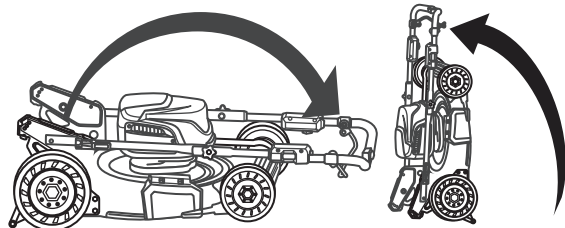

Fig. 13B
4. Suelte la palanca de la manija de ajuste rápido y continúe girando la manija hasta que vea que el pasador de bloqueo de ambos lados se engancha en la posición de almacenamiento bloqueada. Debería escuchar un clic cuando la manija esté en la posición correcta. (Fig. 13B)